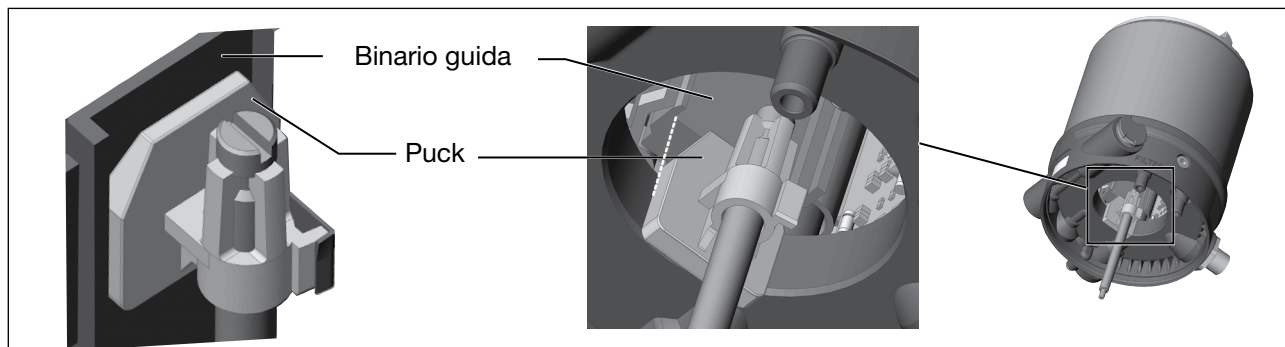

Figura 21: Allineamento del puck
1. il puck si inserisca nel binario guida del positioner (cfr. "Figura 21")